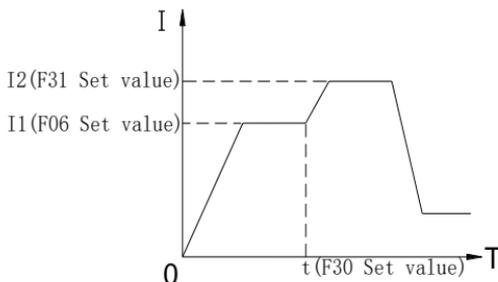

Figura 6.7 Diagrama esquemático funcional de la limitación de corriente secundaria
**F30 Limitación Secundaria de Corriente** Rango configurable: (0-30) s. 0: indica que la función de limitación de corriente secundaria no es válida; (1-30) s: indica que la limitación de corriente secundaria comienza después de (1-30) s desde suave. El parámetro de función indica cuánto tiempo después del arranque suave se inicia la limitación de corriente secundaria, que tiene un mejor efecto de aplicación en situaciones de carga pesada, como se muestra en la Figura 6.7.